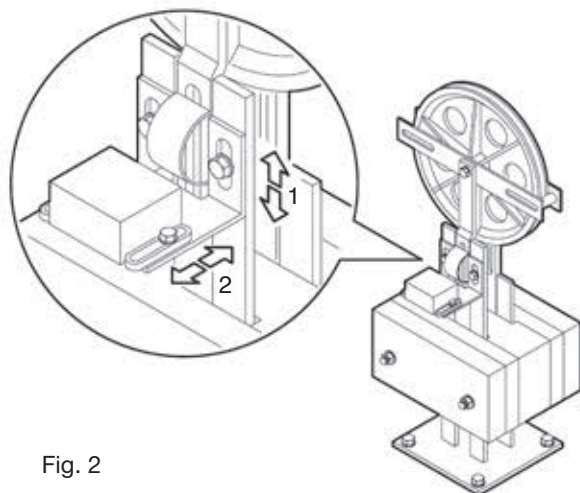

Fig. 2
- spostare la staffa di fissaggio dell'interruttore di sicurezza in senso verticale (Fig 2 – Pos. 1) in modo tale che non venga azionato l'interruttore stesso.
- Regolare, sull'interruttore di sicurezza, la posizione orizzontale di collegamento sulle asole (Fig.2 – Pos. 2).